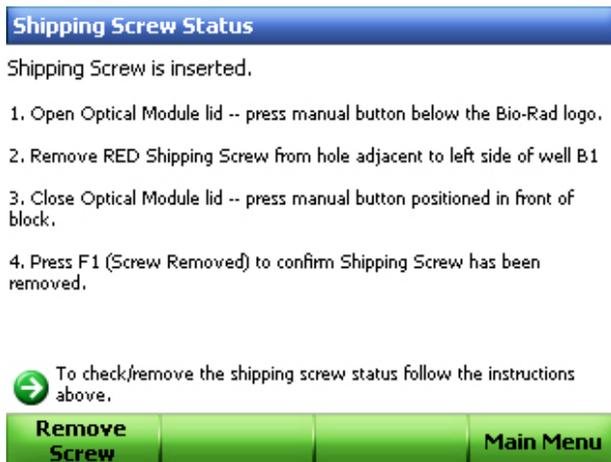

Figura 6. Instruções de remoção do parafuso de transporte.
- Siga as instruções no painel frontal do termociclador C1000 para remover o parafuso de transporte vermelho da tampa de aquecimento interior (Figura 6). Rode o parafuso no sentido contrário ao dos ponteiros do relógio para o retirar do furo.